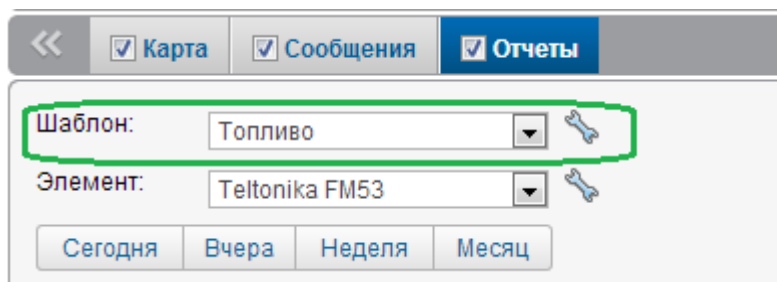

Рисунок 10
3.2.6. На вкладке Отчёты, настроить шаблон отчётов по топливу (Рис. 10):